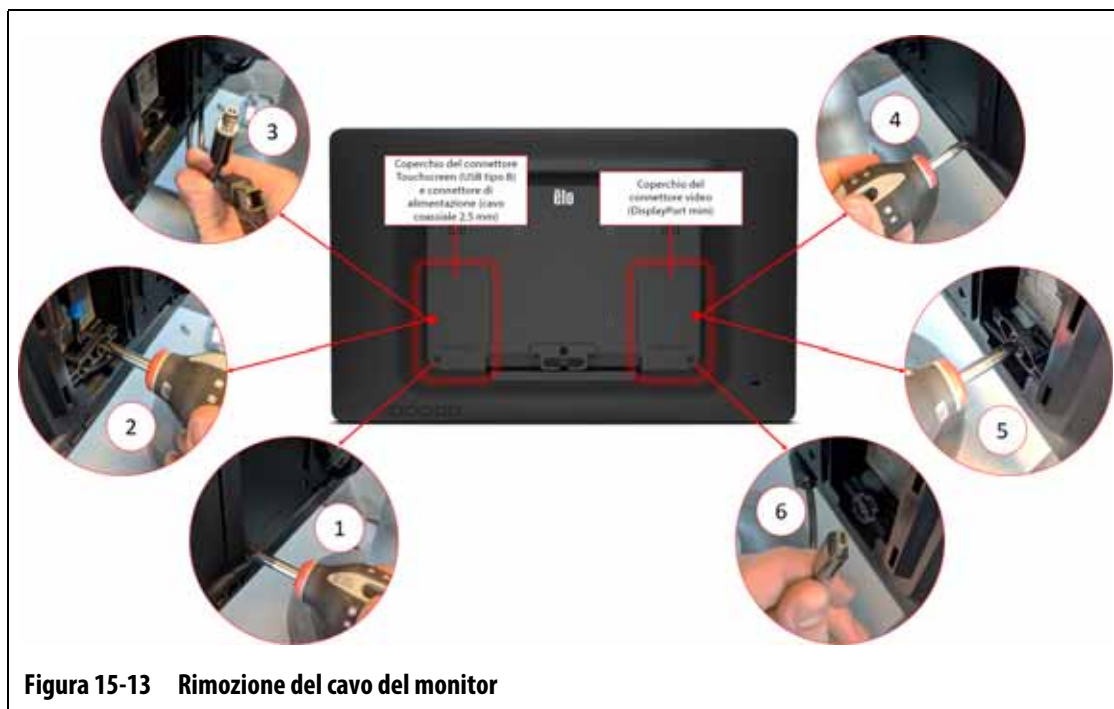

Figura 15-13 Rimozione del cavo del monitor
3. Sul retro del monitor a sfioramento, verso il lato sinistro, trovare il coperchio dei connettori Touchscreen e Alimentazione, quindi rimuovere la vite che lo fissa con un cacciavite Phillips #4. Consultare l'immagine numero 1 nella Figura 15-13.
4. Dopo aver rimosso il coperchio, localizzare la barra di fissaggio del cavo e rimuovere la vite che lo fissa con il cacciavite #4. Consultare l'immagine numero 2 nella Figura 15-13.
5. Una volta rimossa la staffa di fissaggio del cavo, tirare lentamente verso il basso il connettore Touchscreen (USB tipo B) per scollegarlo dalla porta e seguire gli stessi passaggi per il connettore adiacente dell’Alimentazione (cavo coassiale 2,5 mm). Consultare l’immagine numero 3 nella Figura 15-13.
6. Sul retro del monitor a sfioramento, verso il lato destro, trovare il coperchio del connettore Video e rimuovere la vite che lo fissa con un cacciavite Phillips #4. Consultare l’immagine numero 4 nella Figura 15-13.
7. Dopo aver rimosso il coperchio, localizzare la barra di fissaggio del cavo e rimuovere la vite che lo fissa con il cacciavite #4. Consultare l’immagine numero 5 nella Figura 15-13.
8. Una volta rimossa la staffa di fissaggio del cavo, tirare lentamente verso il basso il connettore Video (DisplayPort Mini) per scollegarlo dalla porta. Consultare l’immagine numero 6 nella Figura 15-13.